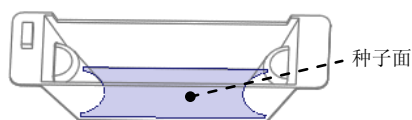

图 12.34 定义种子面
(1) 采用“种子面与边界面”的方法选取所需要的曲面。在屏幕右下方的“智能选取栏”中选择“几何”选项。
(2) 选择 **视图** 功能选项卡 **模型显示** 区域中的“显示样式”按钮，按下 **线框** 按钮，将模型的显示状态切换到实线线框显示方式。
(3) 选取图 12.34 所示的参考模型内表面为“种子面”。